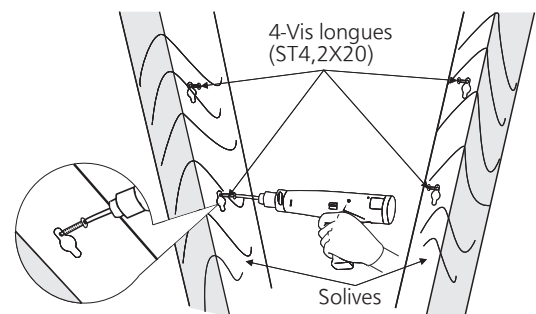

Fig. 3
- Fixez quatre longues vis (ST4,2X20) partiellement dans les solives au niveau des quatre emplacements marqués. (Voir Fig. 3)